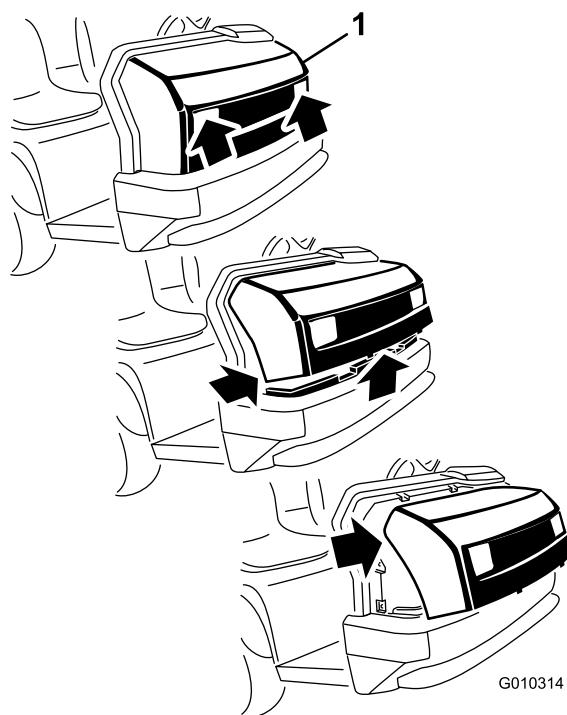

Figura 5
2. Ruotate verso l'alto la parte inferiore del cofano in modo da estrarre le linguette di montaggio superiori dalle fessure del telaio (Figura 5).
3. Ruotate in avanti la parte superiore del cofano e staccate i connettori a filo dai fari (Figura 5).
1. Afferrate il cofano dalle aperture dei fari, sollevatelo per sganciare le linguette di montaggio inferiori dalle fessure del paraurti (Figura 5).